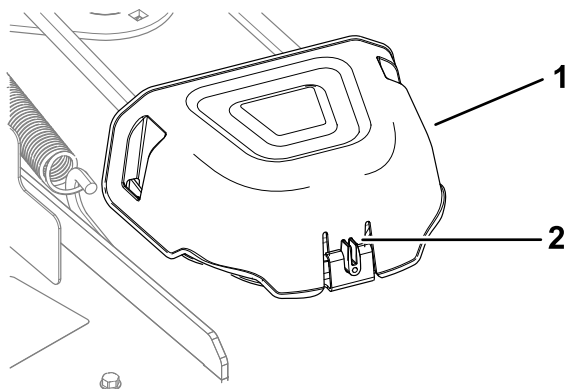

Figura 48
4. Presione la pestaña de la cubierta para retirar las cubiertas de las poleas (Figura 48).